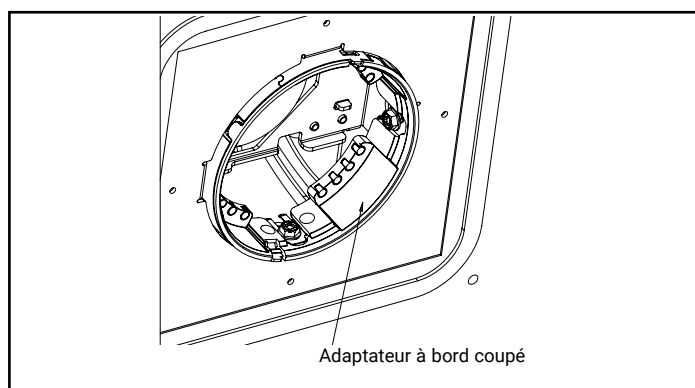

Figure 3.
6. Empuje el adaptador hacia arriba hasta que quede al ras con el collar (Fig. 3).